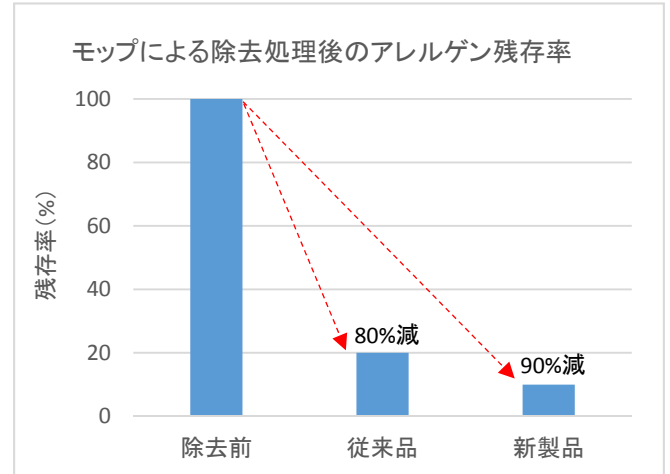

図2. 清掃用品・洗剤の試験 結果例
- 製品の抗アレルゲン性能や消臭性能、化学物質放散量/吸着量を従来品のそれと比較したい（図2）。